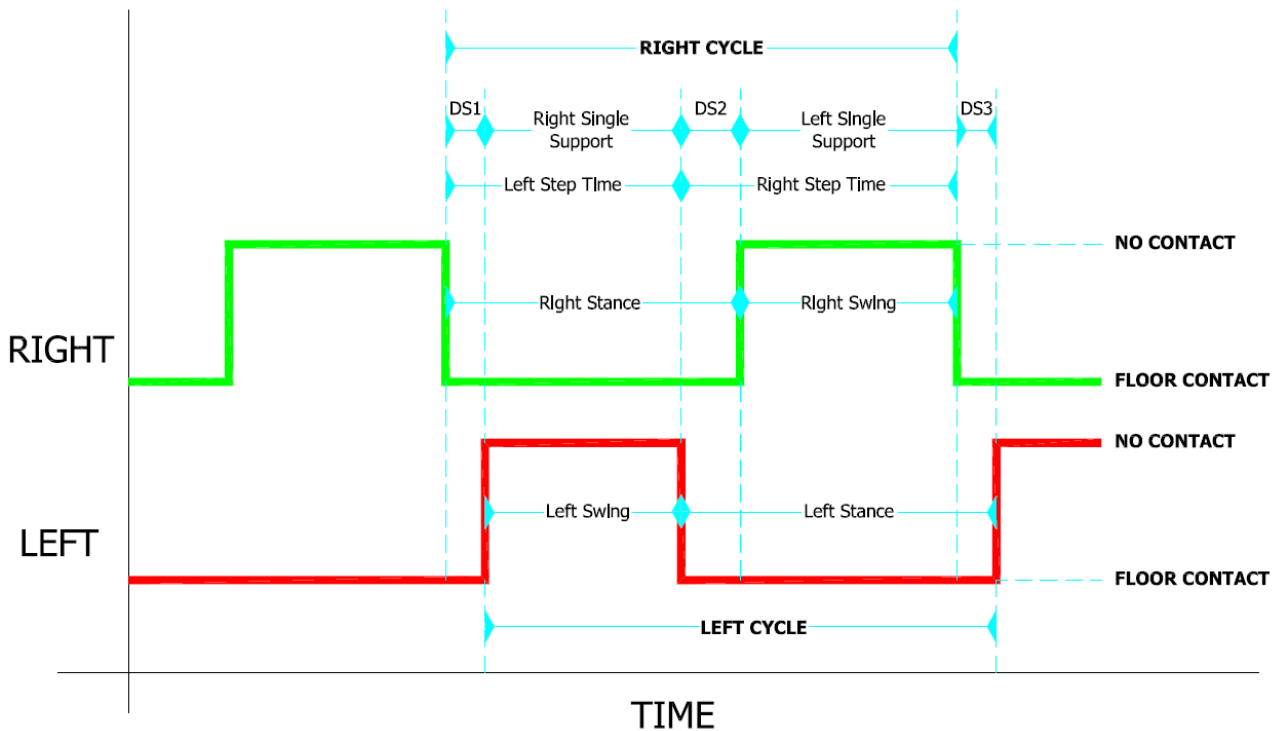

Abb. 106 – Bezeichnungen der Gait Analysis
Jeder Gait Cycle besteht aus zwei Zeitabschnitten – **Double Support** –, in denen beide Füße den Boden berühren: die erste Double Support-Phase (DS1 in Abb. 106 – Bezeichnungen der Gait Analysis
- **Total Double Sup [s | %]:** Dies ist die Summe der zwei in DS1 und DS2 in der Abb. 106 – Bezeichnungen der Gait Analysis
- **Init Double Sup.[s | %]:** Ist die erste Zeit des Double Support (DS1 in Abb. 106)
- **Terminal Double Sup. [s | %]:** Ist die zweite Zeit des Double Support (DS2 in Abb. 106)